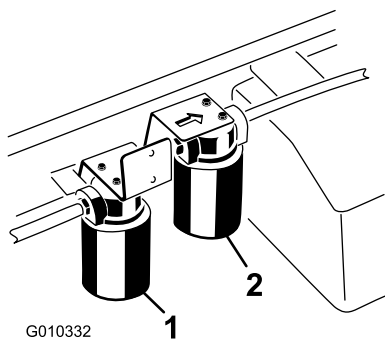

Figura 78
2. Limpie la zona de montaje del filtro. Coloque un recipiente debajo del filtro y retire el filtro (Figura 78).
1. Limpie alrededor de la zona de montaje del filtro de alto caudal (Figura 78). Coloque un recipiente debajo del filtro y retire el filtro.